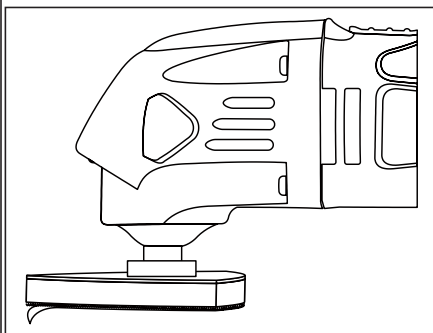

Fig. 4
3. Чтобы удалить наждачной бумагой, просто снимите шкурку от липучке (рис. 4).